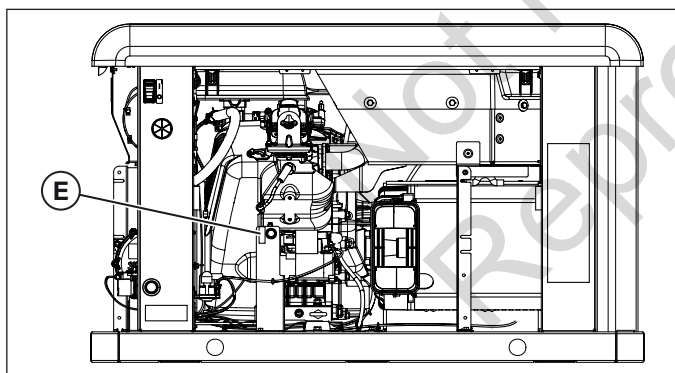

Figure 13
10. Repérer le sélecteur de carburant (E) dans le compartiment du moteur. Voir la Figure 13.